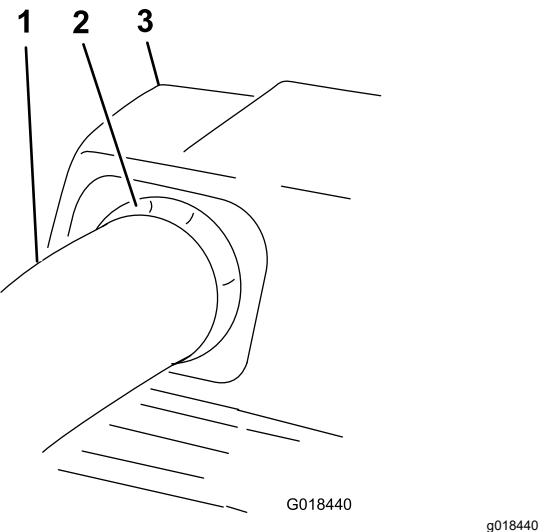

Figure 30
11. Ressortez légèrement le tube pour que le joint dépasse à l'extérieur et par dessus le tube inférieur (Figure 30).
20. Ressortez légèrement le tube pour que le joint dépasse à l'extérieur et par dessus le ventilateur (Figure 30).